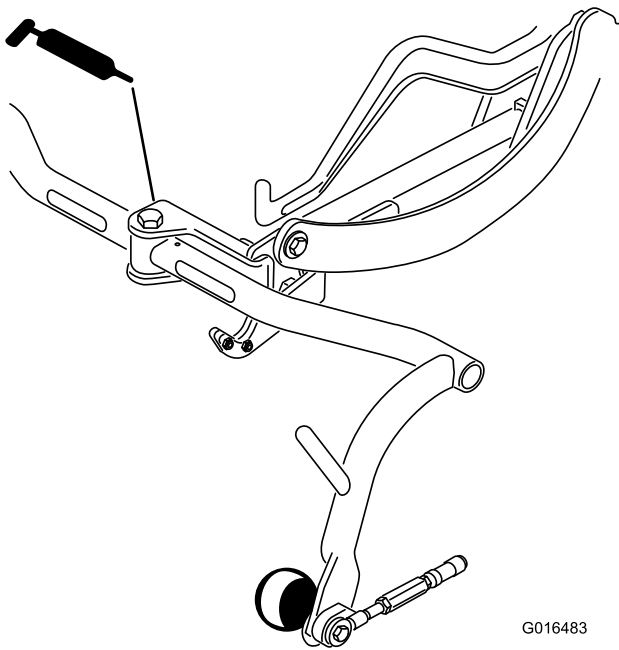

Figura 31
- Pivote del bastidor de tiro (3) (Figura 31)